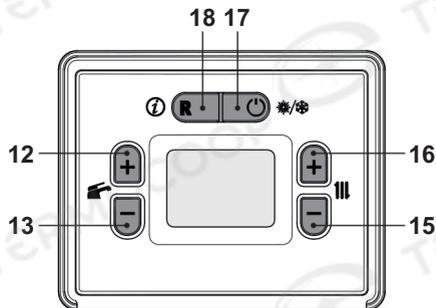
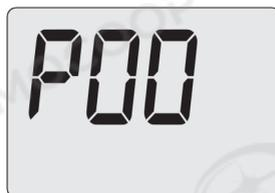
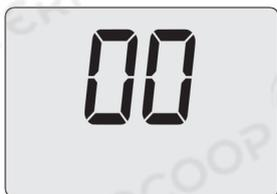
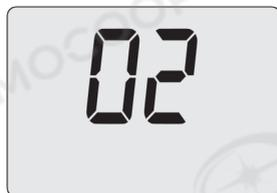

Figura 7.2
Figura 7.3
Figura 7.5
Figura 7.12
- Entrare in "modalità programmazione" premendo contemporaneamente per 5 secondi i tasti 17 e 18 (Figura 7.2). Sul display LCD appare il codice **P00**, indicante l'entrata nel "parametro P00" (Figura 7.3).
- Premendo il tasto 16 (Figura 7.2) sul display LCD appare il valore del parametro P06 (Figura 7.5).
- Premendo il tasto 12 (Figura 7.2) si ottiene la conferma del valore inserito e l'attivazione della funzione.
- Premendo il tasto 17 (Figura 7.2) si esce dalla "modalità programmazione" (Figura 7.7).
- Entrare in "modalità programmazione" prendendo contemporaneamente per 5 secondi i tasti 17 e 18 (Figura 7.2). Sul display LCD appare il codice **P00**, indicante
- Premendo il tasto 16 (Figura 7.2) sul display LCD appare il valore del parametro P06 (Figura 7.11).
- Premendo il tasto 12 (Figura 7.2) si ottiene la conferma del valore inserito e l'attivazione della funzione. (Figura 7.12).
- Premendo il tasto 17 (Figura 7.2) si esce dalla "modalità programmazione" (Figura 7.13).
- Spegnerne la caldaia premendo il tasto 17 (Figura 7.2) fino a far apparire sul display LCD le lettere **OFF** (Figura 7.14).